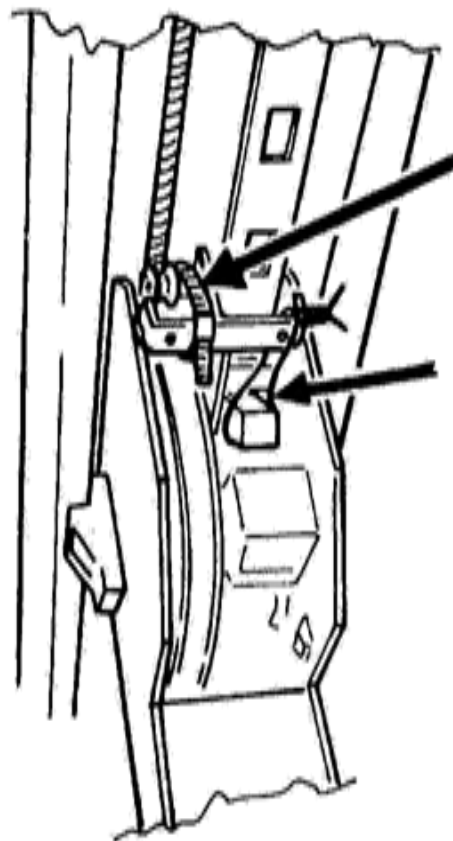

Рис. 28
- legare il paracadute e i martelletti in posizione di disimpegno (Fig.28);
- Tie down the safety locks and catches in the released position (Fig.28).
- Die Auffangvorrichtung und die Klinken in der gelösten Position (Abb. 28) festbinden;
- lier le parachute et les taquets en position de repos (Fig.28);
- Закрепите фиксаторы в «свободном» положении (Рис.28);